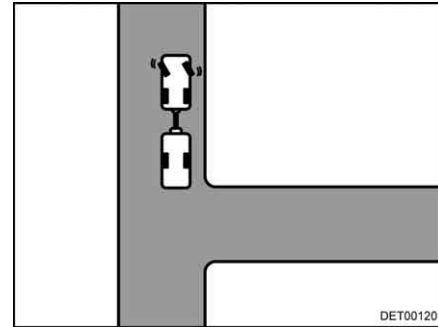

Bild 16 Styr åt vänster
- Vrid ratten åt vänster när fordonet står still (Bild 16).